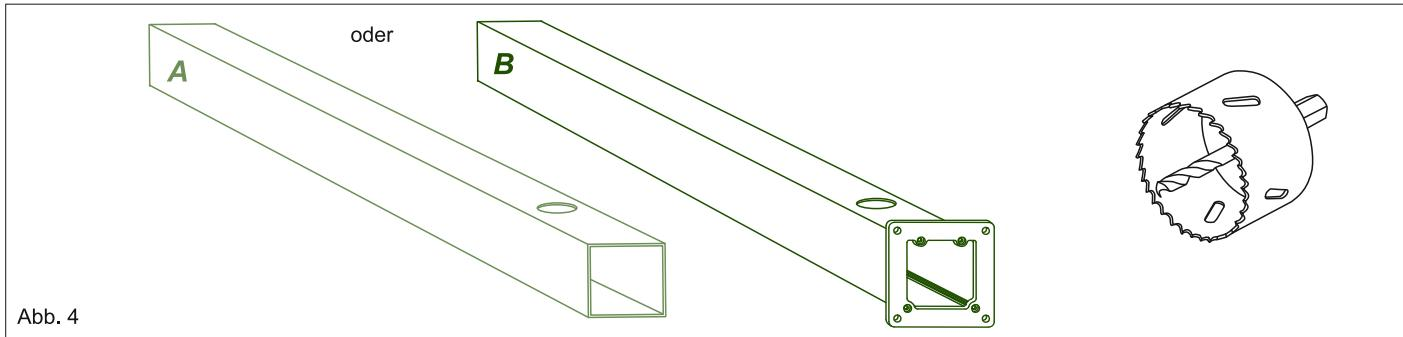

Abb. 4
**A) B)** 3. In einem der Pfosten wird das Wasserablaufrohr versteckt. Je nach Rohraustritt aus dem Pfosten (sichtbar über die Erdoberfläche oder einbetoniert/eingegraben im Erdreich) markieren Sie die Stelle für den Abfluss an unteren Ende des Pfosten und schneiden Sie mit einem Lochbohrer/einer Lochsäge eine 80mm Öffnung in den Pfosten. Siehe Abb. 4.